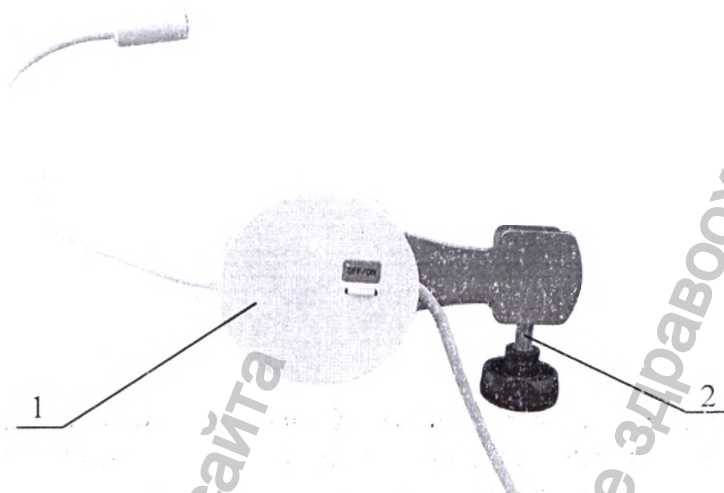

Рисунок 10. Светильник смотровой.
10. Светильник смотровой. (Рисунок 10). Устанавливается с помощью встроенного зажима на направляющей планке кресла гинекологического. Работает от сети питания $\sim(230\pm 23)\text{В}$, $(50\pm 0,1)$ Гц. Для подключения необходимо использовать розетку с защитным заземлением.